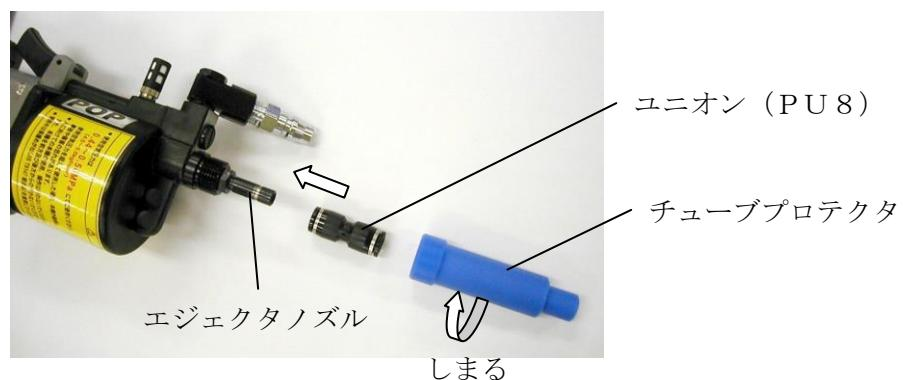

図4-1
①チューブプロテクタを外し、エジェクタノズルにユニオン（PU8）を差し込んだ後、再びチューブプロテクタを取り付けてください。（図4-1）